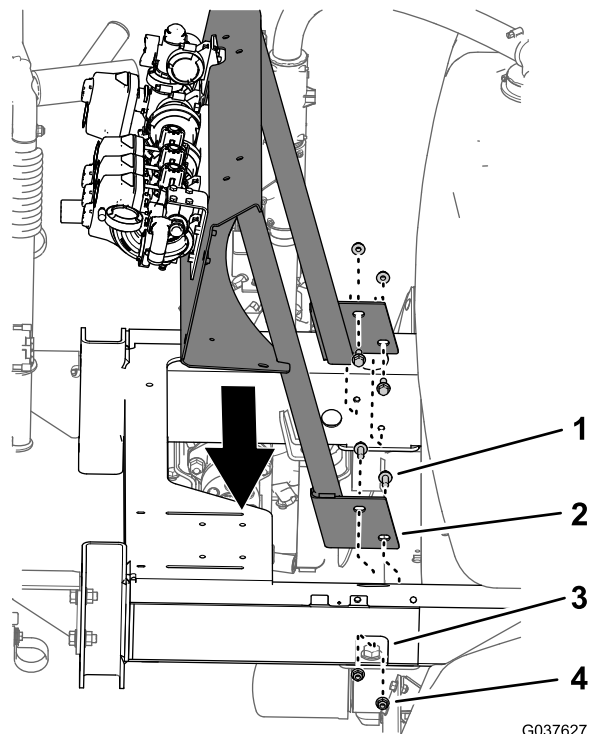

図 50
1. バルブマウントの穴を、機体のフレームに付いている穴に合わせる 図 50。
2. バルブマウントをフレームに取り付ける 図 50 バルブサポートを取り外す (ページ 19) で取り外したフランジヘッドボルト3/8 x 1 インチ4本とフランジロックナット3/8 インチ4個を使用する。